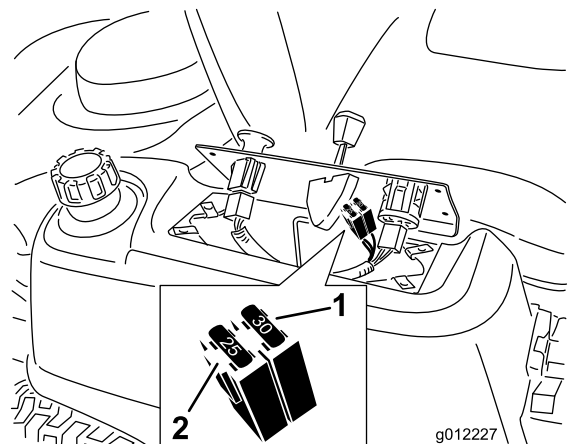

Figure 37
2. Soulevez le panneau de commande pour accéder au faisceau de câblage principal et à la boîte à fusibles (Figure 37).
3. Pour remplacer un fusible, tirez dessus pour l'enlever (Figure 37).